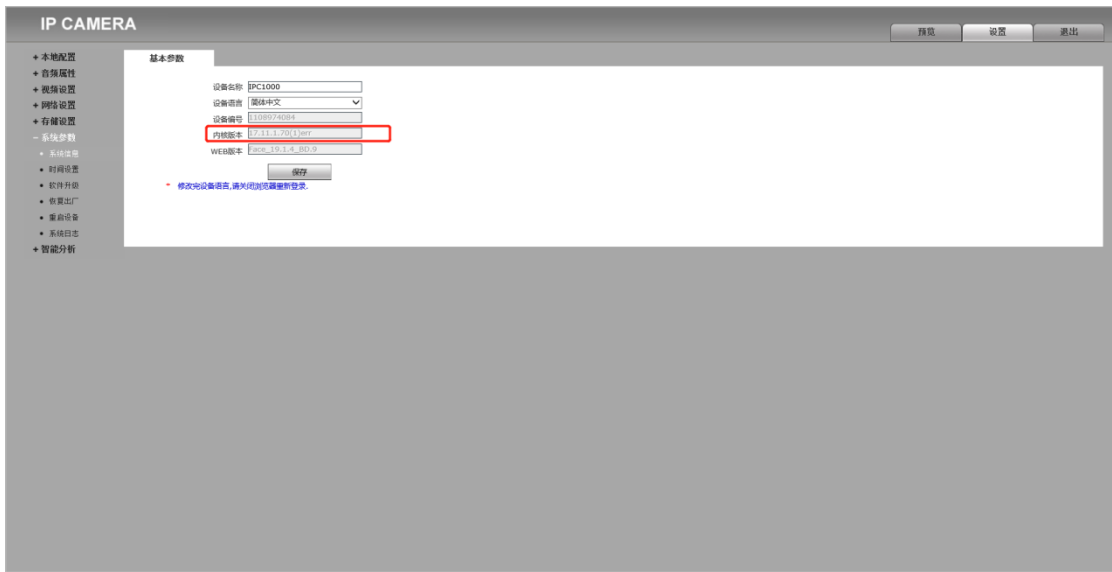
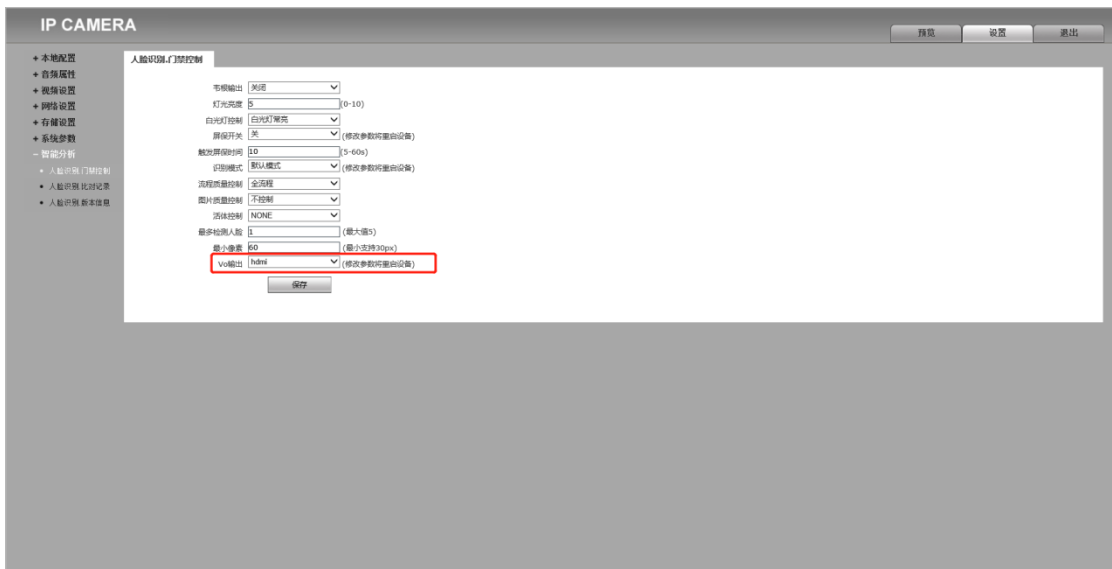

图 6
图 7
- 以上 2 和 3 步骤需要重新选择适配的显示屏幕，登录 web 看一下版本是否发生变化，变化后代表升级成功，如图 6，进入智能分析的人脸智能门禁控制选择对应的 VO 输出，如图 7。